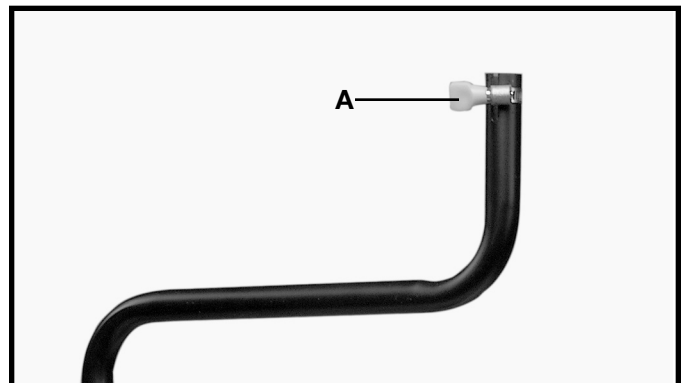

Fig. 9
3. Coloque una abrazadera de tubo (A) sobre el soporte del tubo inferior, de la manera que se muestra en la Fig. 9.